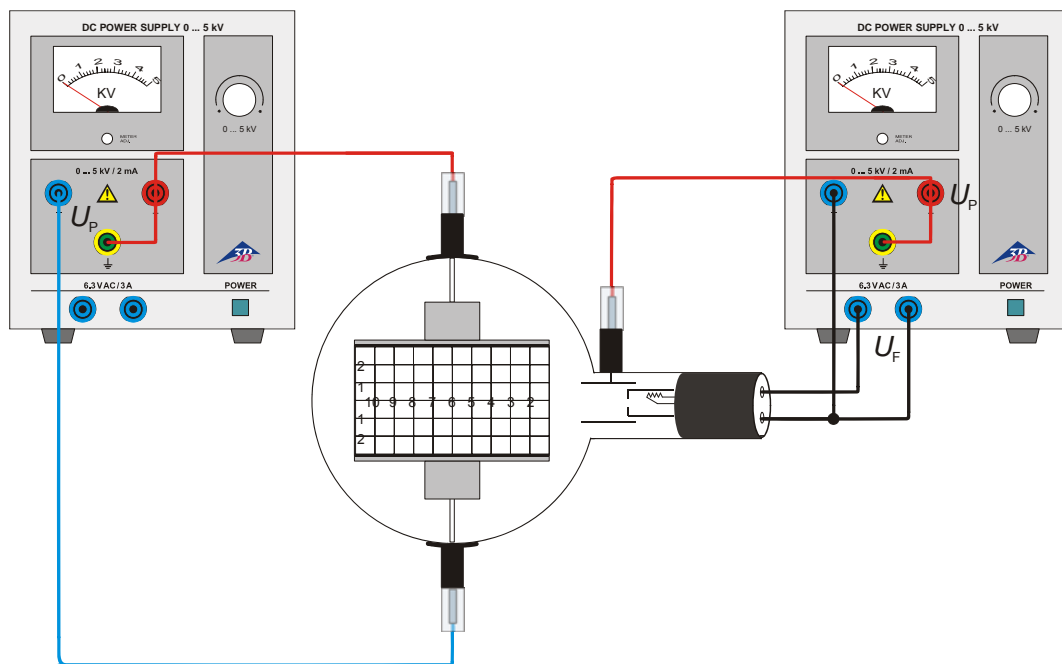

Fig. 3 Elektrische Ablenkung
- Beschaltung der Röhre gemäß Fig. 3 vornehmen. Dabei den Minuspol der Anodenspannung an die mit Minus gekennzeichnete 4-mm-Buchse am Röhrenhals anschließen.
- Versuchsaufbau gemäß Fig. 3.